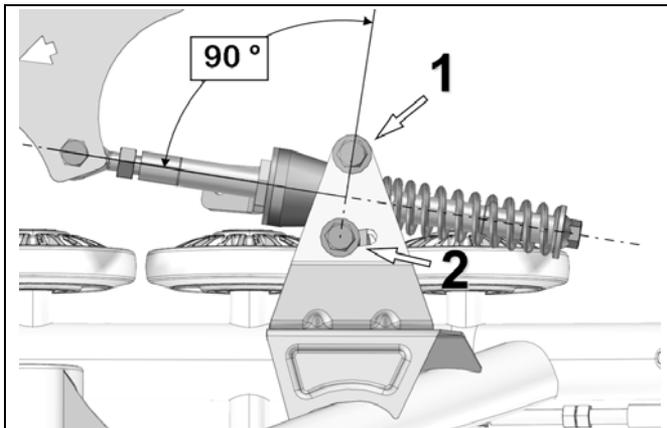

Abbildung 17
- Stellen Sie die Verdrehsicherungs-Halterung im 90° Winkel (senkrecht) zur Stabilisierungsstange ein. Ziehen Sie die beiden Befestigungsschrauben (1 und 2) des Verdrehsicherungsbügels auf ein Drehmoment von $50 \text{ N}\cdot\text{m}$ an. Siehe Abbildung 17.